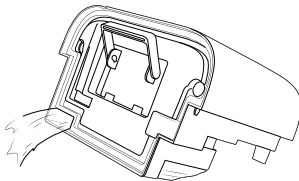

Fig. 2
- ◆ Vacíe el agua por el orificio de la tapa (consulte la fig. 2) y vuelva a introducir el depósito de agua 4 en el aparato. El aparato reanuda el funcionamiento con el programa seleccionado.